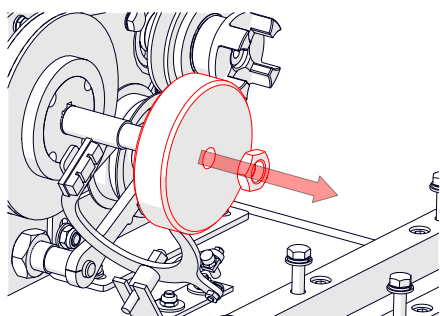

Fig.15E - Retirer le disque de frein.
6. Retirez le disque de frein [clé de 24 mm] (Fig.15E).